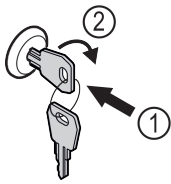

Fig. 201
- Insérer la clé. Fig. 201 (1)
- Tourner la clé à 90° dans le sens horaire. Fig. 201 (2)